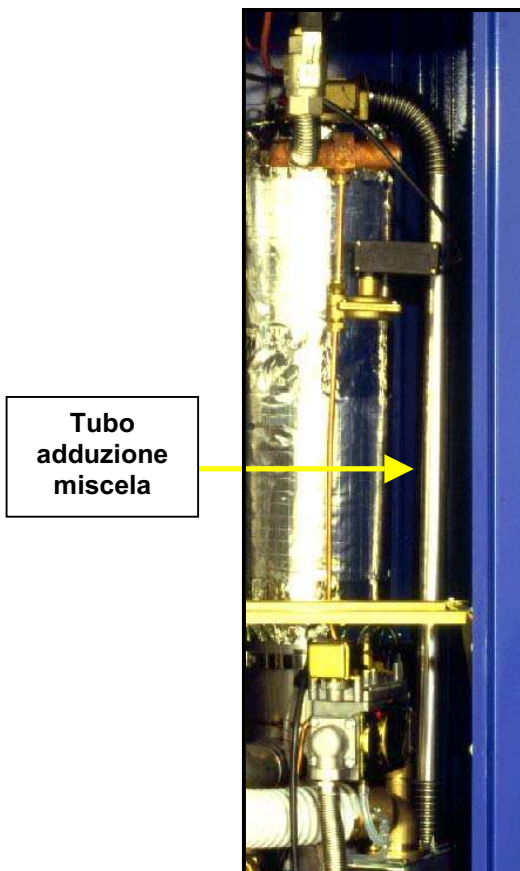
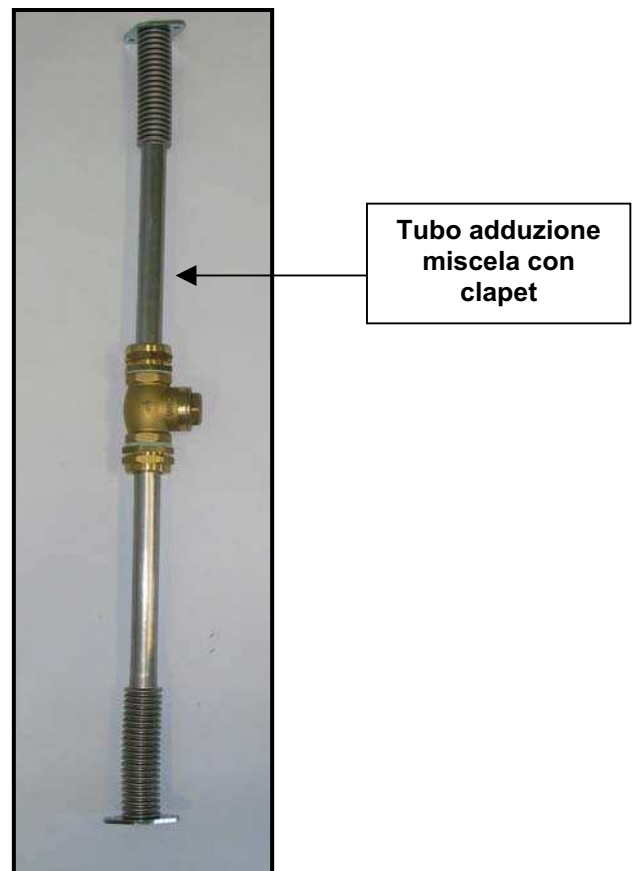

Fig. 3
Fig.4
- 3) Rimuovere i 4 o 3 tubi di adduzione miscela del pack vedi fig. 3 e inserire i nuovi tubi adduzione miscela con clapet vedi fig.4 ;